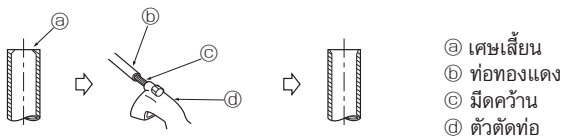

Fig. 4-4
4.2.2. การลบเศษเสี้ยน (Fig. 4-4)